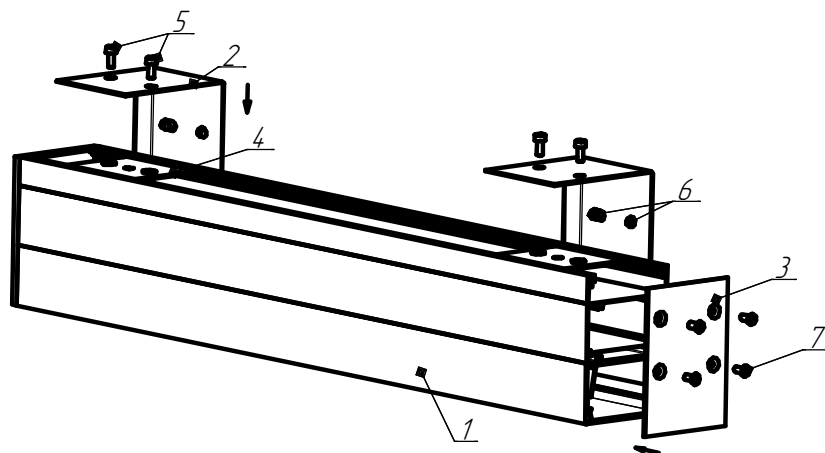

Рисунок 3 - Схема крепления светильника к стене.
5.7 **Установка светильника на стену (см. рисунок 3) :**
5.7.1 Кронштейн для настенного крепления ЛПО02 поз.2 (рисунок 3) установить на стену при помощи саморезов. Затем при помощи винтов поз.5 (рисунок 3) присоединить светильник к кронштейнам.